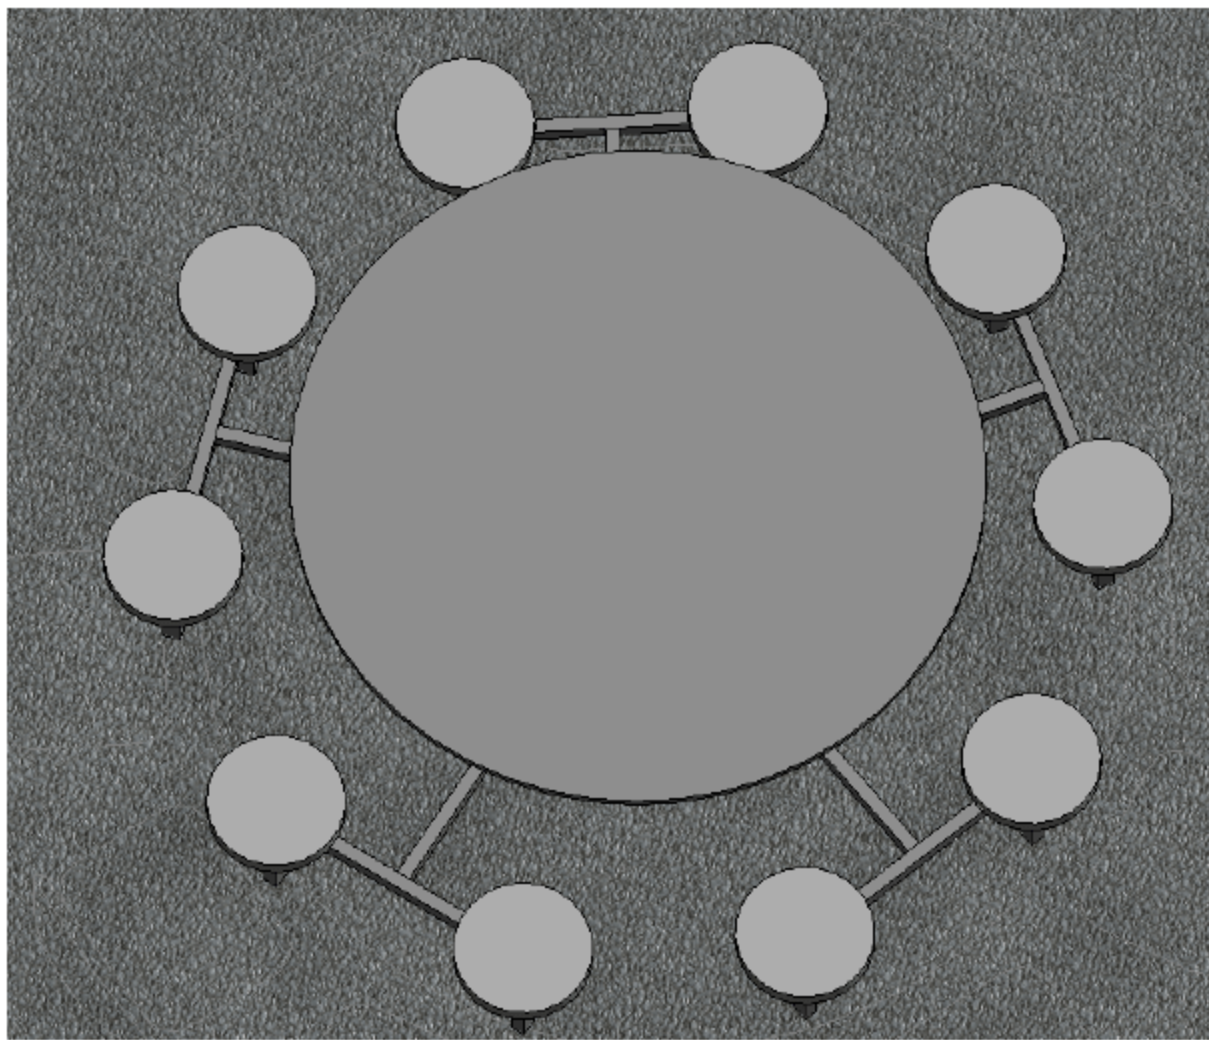
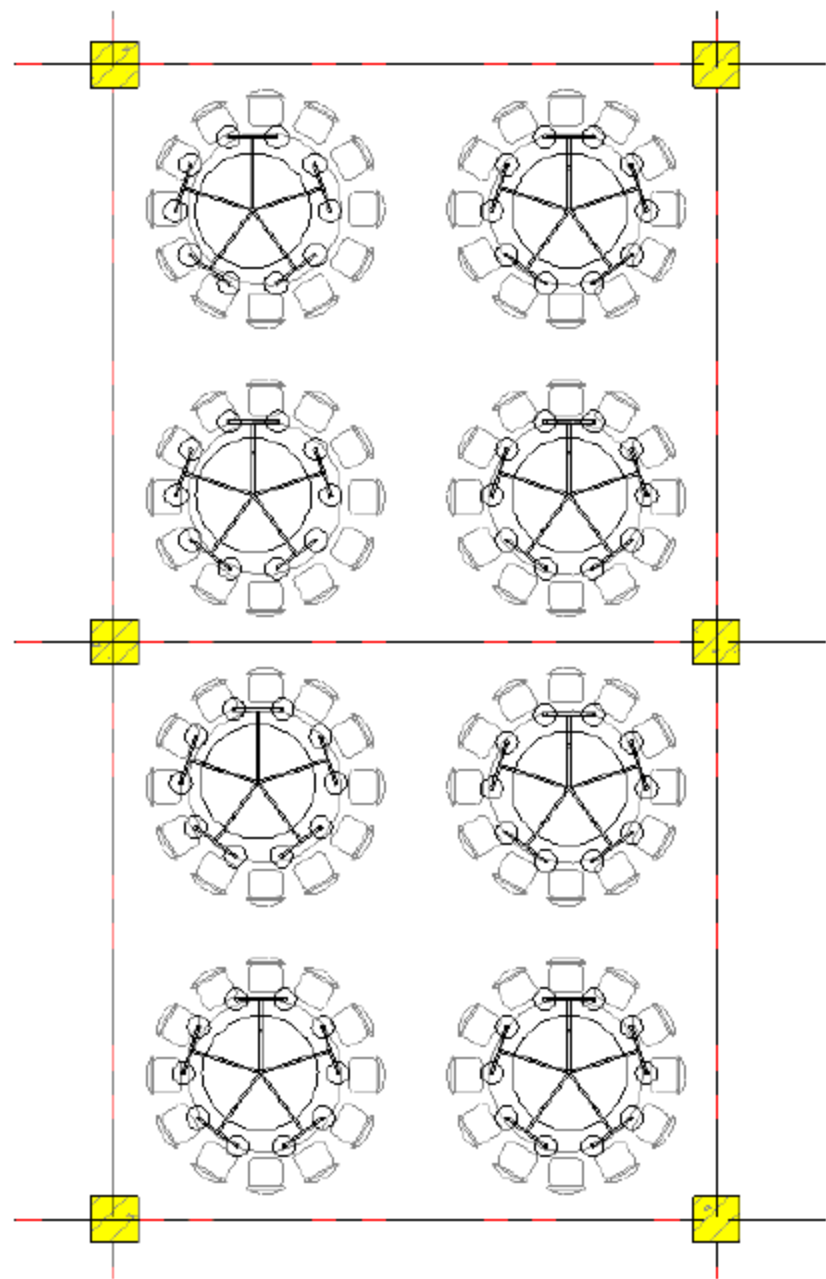

图 10.4.53 插入一套“10 座方形餐座椅”
图 10.4.54 复制其他的“10 座方形餐座椅”
(4) 插入“10 座方形餐座椅”。选择“建筑”→“构件”→“放置构件”→“10 座方形餐座椅”，标高设置为“1”层，偏移量为“0”。将光标移到“10 座方形餐座椅”的中心，单击鼠标，这样就插入了“10 座方形餐座椅”，三维视图如图 10.4.53 所示。复制其他的“10 座方形餐座椅”（也可以一个个插入），复制完成后如图 10.4.54 所示。